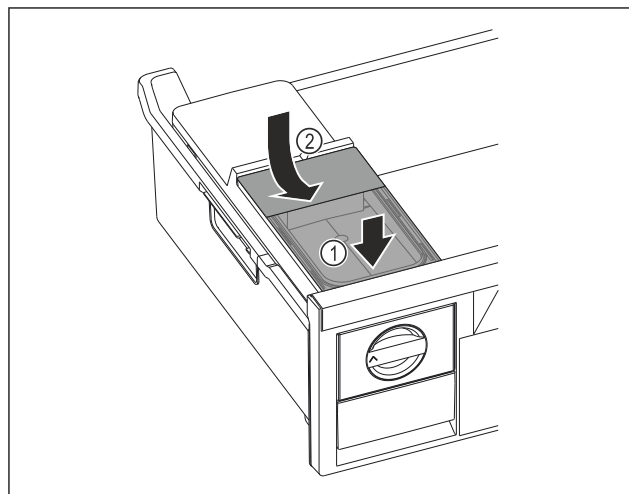

Fig. 110
- Zbiornik wody wsunąć od przodu. Fig. 110 (1)
- Zbiornik wody opuścić z tyłu. Fig. 110 (2)